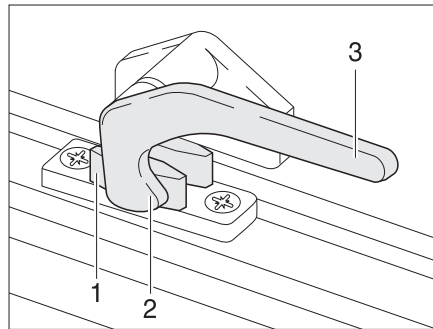

Fig. 59 Levier de verrouillage en position "Fermé"
- Tourner le levier de verrouillage (Fig. 59,3) d'un quart de tour vers le centre de la fenêtre.
- Tourner le levier de verrouillage (Fig. 59,3) d'un quart de tour vers le cadre de la fenêtre. Le tenon de verrouillage (Fig. 59,2) se trouve sur le côté intérieur du verrouillage de fenêtre (Fig. 59,1).
- En position "Fermé" (Fig. 59).